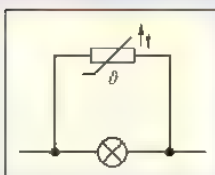

Bild 2: Teil einer Lichterkette
- In hochwertigen Lichterketten, bei denen die Lampen in Reihe geschaltet sind, leuchten trotz defekter Lampen die restlichen, nicht defekten Lampen weiter. Beschreiben Sie den Aufbau eines Teiles einer solchen Lichterkette (Bild 2) und erklären Sie die Wirkungsweise des NTC-Widerstandes.